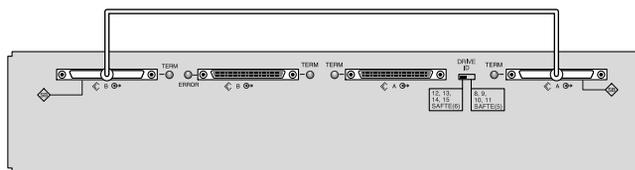

图 4-8 单总线 JBOD 的电缆连接
2. 如图 4-8、图 4-9 或图 4-10 所示，使用 SCSI 电缆将 JBOD 阵列连接到主机服务器。